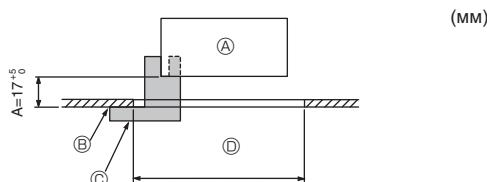
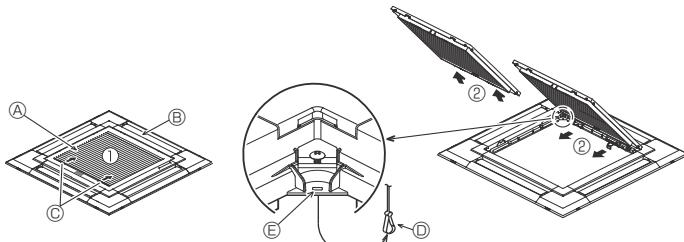
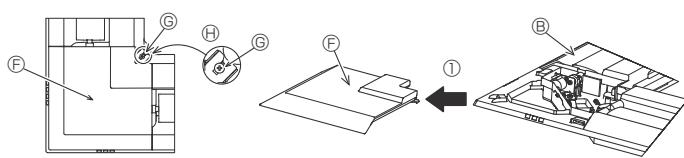

Fig. 7-2
Fig. 7-3
Fig. 7-4
① Решетка	1	950 × 950 (мм)
② Монтажный калибр	1	(Поделен на 4 части)
③ Винт (4 × 16)	1	для PLP-6EAЕ, PLP-6EALE, PLP-6EALME
④ Угловая панель i-see Sensor	1	для PLP-6EAЕ, PLP-6EALE, PLP-6EALME
⑤ Беспроводной пульт дистанционного управления	1	для PLP-6EALM, PLP-6EALME
⑥ Держатель пульта дистанционного управления	1	Входит в комплект при наличии беспроводного пульта дистанционного управления.
⑦ Батарейки LR6 AA	2	Входит в комплект при наличии беспроводного пульта дистанционного управления.
⑧ Шурупы-саморезы 3,5 × 16	2	Входит в комплект при наличии беспроводного пульта дистанционного управления.
7.2. Подготовка к установке вентиляционной решетки (Fig. 7-2)
- С помощью поставляемого в данном комплекте калибра ② отрегулируйте и проверьте размещение главного прибора относительно поверхности потолка. Если положение главного прибора относительно поверхности потолка неправильное, то результатом могут явиться утечки воздуха или образование конденсата.
- Ⓒ Монтажный калибр ② (вставлен в главный прибор)
7.2.1. Удаление воздухозаборной решетки (Fig. 7-3)
- Сдвиньте рычаги в направлении, обозначенном стрелкой ①, чтобы открыть воздухозаборную решетку.
- Пока воздухозаборная решетка находится в "открытом" положении, удалите стержень воздухозаборной решетки с вентиляционной решетки в направлении стрелки ②.
7.2.2. Удаление угловой панели (Fig. 7-4)
- Ослойте 4 винта на углу. Сдвиньте угловую панель в направлении стрелки ①, показанной на рисунке, и снимите ее.
- [Fig. 7-3] [Fig. 7-4]
- Ⓑ Вентиляционная решетка ①